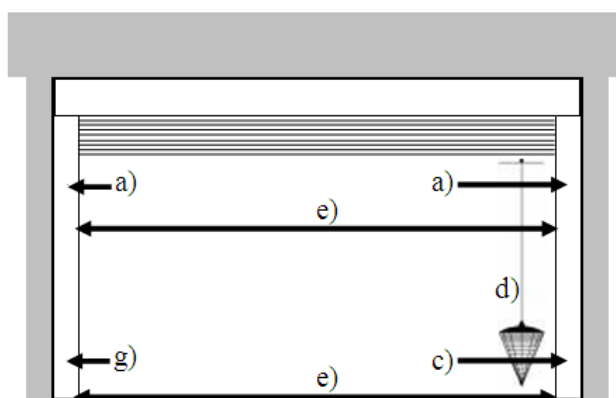

Figure 1
- Vérifier le parallélisme des coulisses (figure 1).